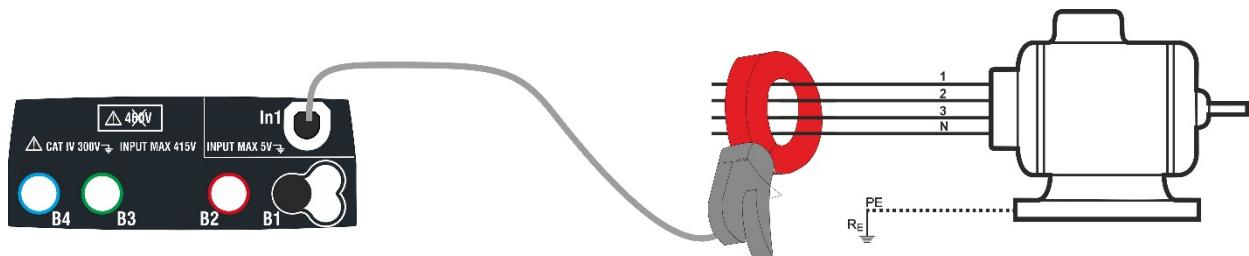
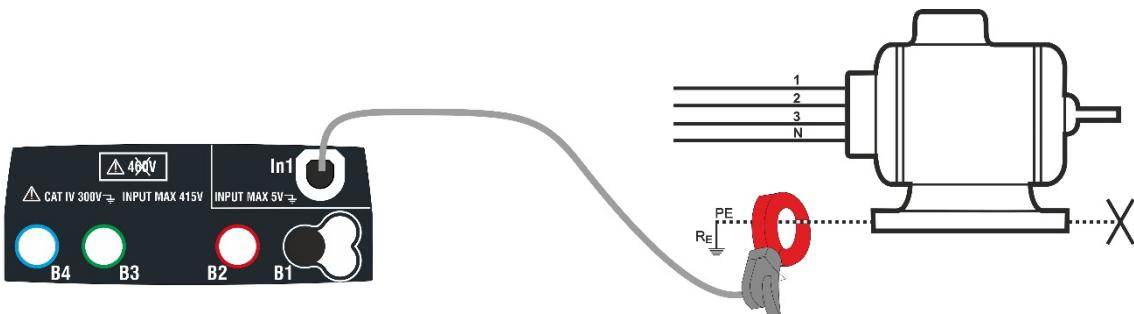

Fig. 26: Medição indirecta da corrente de fuga em instalações trifásicas
Fig. 27: Medição directa da corrente de fuga em instalações trifásicas
4. Para medições indirectas da corrente de fuga ligar a pinça externa de acordo com a Fig. 26. Para medições directas da corrente de fuga ligar a pinça de acordo com a Fig. 27 e desligar as eventuais ligações adicionais de terra que poderão influenciar os resultados do teste.